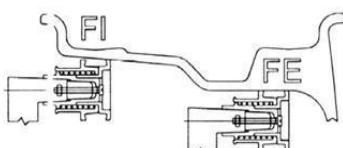

Рис.6
* Введите параметры “a1 и d1” : Вытяните линейку, чтобы головка линейки коснулась положения FI, удерживайте ее в течение 4 секунд, параметры a1 и d1 будут введены автоматически и отобразятся на дисплее. **Рис.6**
* Введите параметры “a2 и d2” : Вытяните линейку, чтобы головка линейки коснулась положения FE, удерживайте ее в течение 4 секунд, параметры a2 и d2 будут введены автоматически и отобразятся на дисплее. **Рис.6**